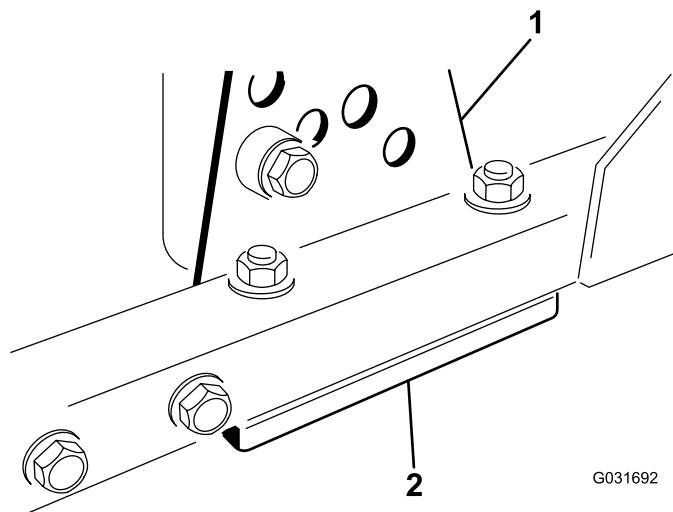

図 63
1. 刈り高ブラケット前、左、右のうち1つをデッキのフレームから外す図 63。
2. デッキフレームとブラケットとの間に厚さ 1.5mm または 0.7mm のシム、場合によってはこれらの両方を挿入して、希望する刈り高を達成する図 63。